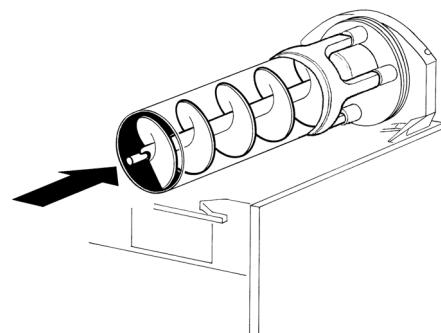

Bild 13
- 5** Die innere Schnecke in den Verdampfer einsetzen; Dabei ist darauf zu achten, daß die innere Schnecke aufgrund der hohen Magnetkraft nicht zu hart gegen die Rückwand schlägt. Es ist daher ratsam, die innere Schnecke mit Daumen und Zeigefinger an der Spitze gut festzuhalten (Bild 13).